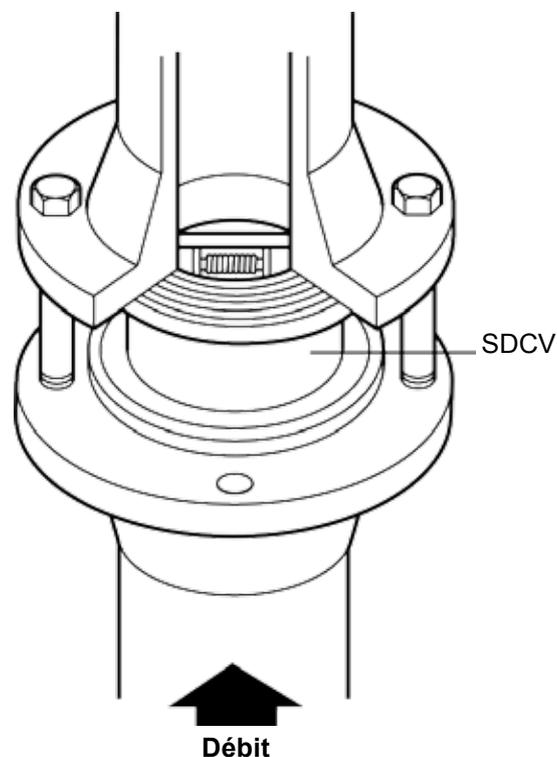

Fig. 1 - Clapet à double battant SDCV avec raccords entre brides.
- 3.5** Les clapets de retenue sont simplement positionnés entre deux brides (voir Fig. 1). Des joints standards sont utilisés sur chaque face du clapet avec de longues vis ou des goujons.